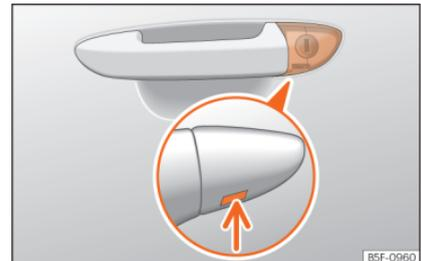

Abb. 5 Fahrertürgriff: verdeckter Schließzylinder.
- Den Schlüsselbart am Fahrertürgriff von unten in die Öffnung der Abdeckkappe stecken »» **Abb. 5** (Pfeil) und die Abdeckkappe von unten nach oben abheben.